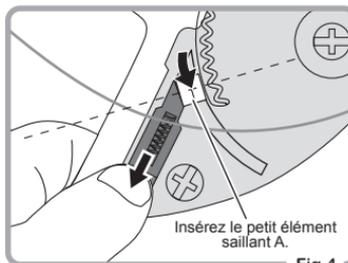

Fig.4
- ② Insérez le petit élément saillant A dans le rochet en tirant sur le levier vers le bas. (Fig.4)
- ③ Répétez les mêmes étapes de l'autre côté pour attacher l'écran complètement.